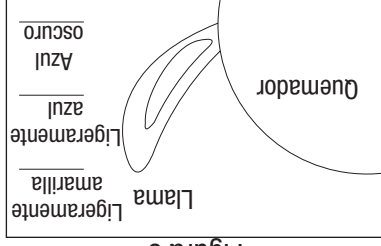

Figura 9
9. Después de encender el quemador observe su llama y asegúrese de que todos los orificios estén encendidos y que la altura de la llama corresponda a la del diagrama (vea Figura 9).
21. Después de encender el quemador observe su llama y asegúrese de que todos los orificios estén encendidos y que la altura de la llama corresponda a la del diagrama (vea Figura 9).